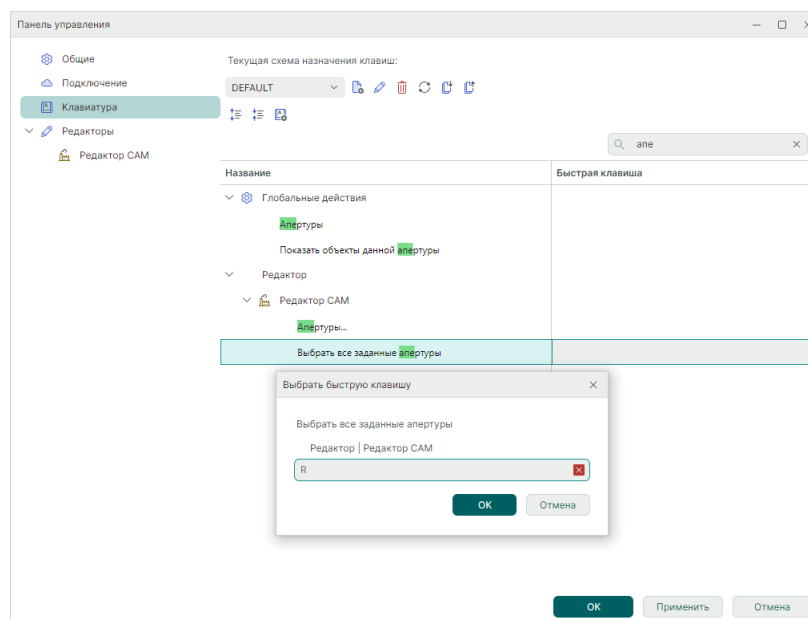

Рис. 74 Выбор быстрой клавиши
3. На экране отобразится окно «Выбрать быструю клавишу». Нажмите на клавиатуре клавишу (или комбинацию клавиш), см. Рис. 74. Нажмите «ОК».